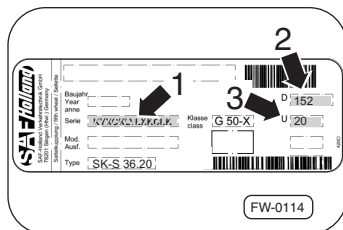

Fig. 1 · Plaque d'identification
- le respect des limites des performances ⇒ Fig. 1 du produit,